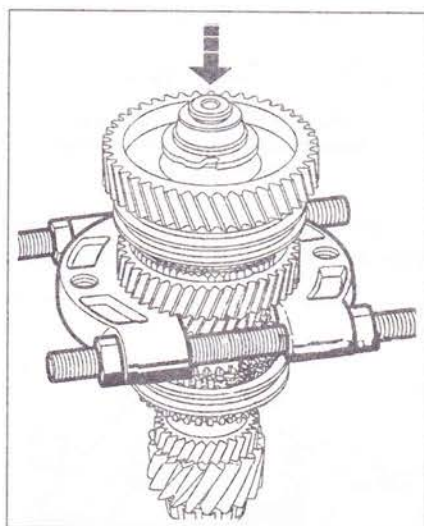

Рис. 5.49. Снимите при помощи пресса сборку «кольцо-шестерня-муфта», упираясь съемником под шестерню 2-й передачи.
15. Снимите при помощи пресса сборку «кольцо-шестерня-муфта», упираясь съемником под шестерню 2-й передачи (рис. 5.49).